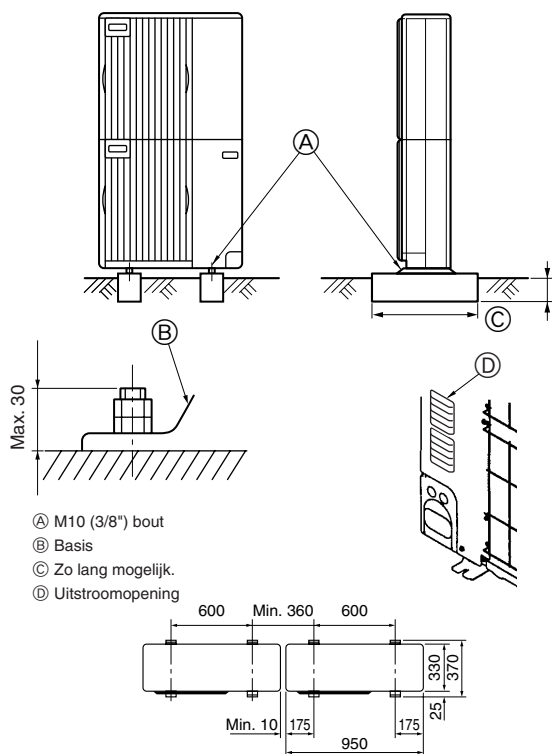

Fig. 3-1
• Zorg ervoor dat de eenheid op een stevig, waterpas oppervlak wordt geïnstalleerd om geratel tijdens het gebruik te voorkomen. (Fig. 3-1)